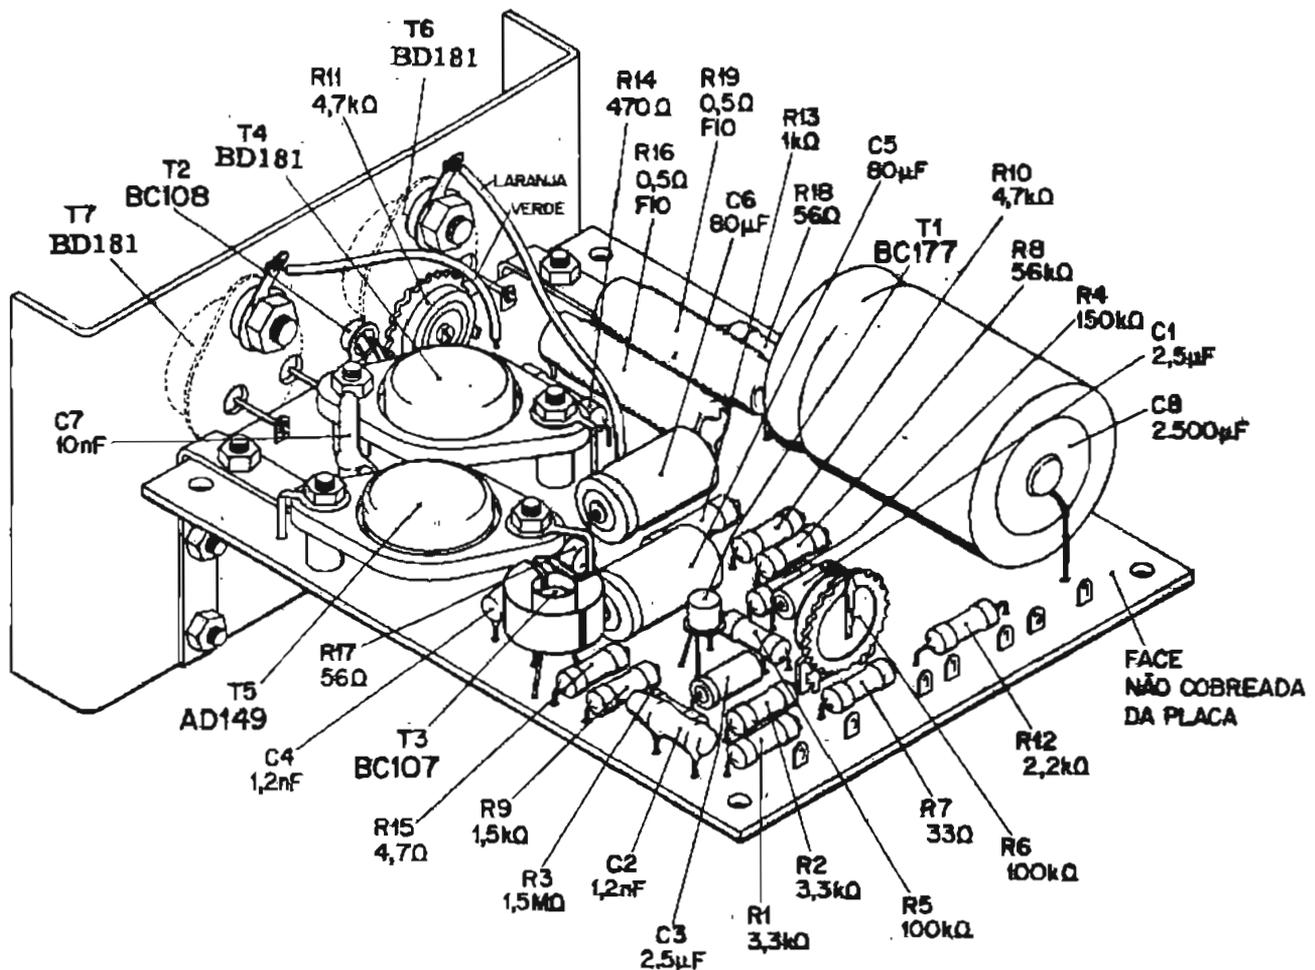

Figura 6 - Vista de conjunto do módulo amplificador concluído.
A posição de cada componente está indicada na face não cobreada da placa. A figura 6 mostra a disposição correta das peças.
Efetue as operações na seguinte ordem, orientando-se pela figura 6:
- 3 - Coloque e solde os 11 resistores de 1/4 W:  $R_1$ ,  $R_2$ ,  $R_3$ ,  $R_4$ ,  $R_5$ ,  $R_7$ ,  $R_8$ ,  $R_9$ ,  $R_{10}$ ,  $R_{12}$  e  $R_{15}$ . Oriente-se pela figura 6.
- 8 - Alinhe e coloque os terminais de  $T_2$  (BC108) como indicado na placa. Solde-os. Em seguida, incline o corpo do transistor para fora da placa até que ele fique em posição horizontal. Veja figura 6.
- 9 - Introduza e solde os terminais dos potenciômetros  $R_6$  de 100 k $\Omega$  e  $R_{11}$  de 4,7 k $\Omega$  nos furos correspondentes. Ajuste o cursor de  $R_6$  na posição central (o ressalto do disco plástico dentado deve apontar para cima, conforme figura 6). O cursor de  $R_{11}$  deve ter o ressalto de referência orientado no sentido da seta assinalada na placa.
- 16 - Coloque e solde o capacitor cerâmico C7, "pin-up" de 10 nF, na posição indicada na figura 6.
- 17 - Descasque 5 mm das extremidades dos fios de cor verde e laranja. Orientando-se pela figura 6, solde o fio laranja ao terminal de T6 e o fio verde ao terminal de T7. Corte o fio verde com 6 cm de comprimento e o fio laranja com 8 cm. Descasque 5 a 10 mm das extremidades dos dois fios. Encaixe o fio verde no ponto marcado com "COL 7" na placa de fiação e solde. Repita a operação com o fio laranja que deverá ser ligado ao ponto "COL 6".
Cuidado para não entortar os terminais do transistor. (Veja figura 6).
- Se todos os componentes estão na posição assinalada na figura 6.